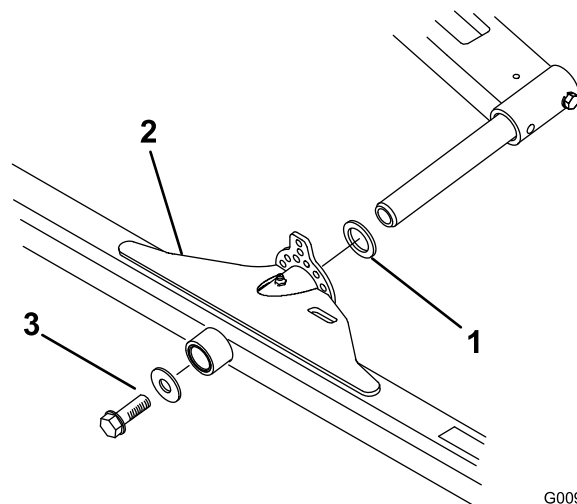

Figura 9
1. Faça deslizar uma anilha de encosto para a haste de articulação do braço de elevação (Figura 9).
2. Faça deslizar a estrutura de suporte da unidade de corte para a haste de articulação e fixe-a com uma anilha chata e um parafuso com cabeça flangeada (Figura 9).